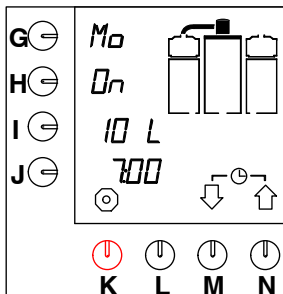

Fig. 13 Tidur vänteläge
- Klockan på displayen börjar blinka och systemet kommer att brygga kaffe vid den inställda tidpunkten. Displayen visar vänteläget (fig. 13).